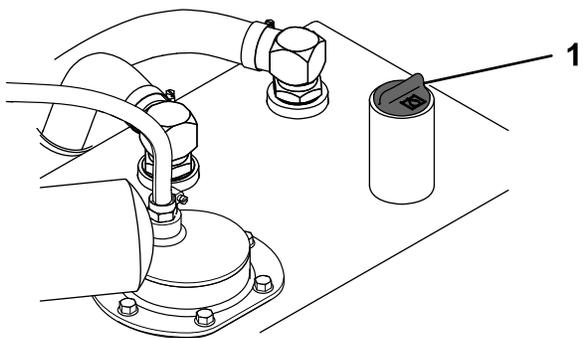

Рисунок 78
6. Очистите зону вокруг заливной горловины и крышки гидравлического бака (Рисунок 78).